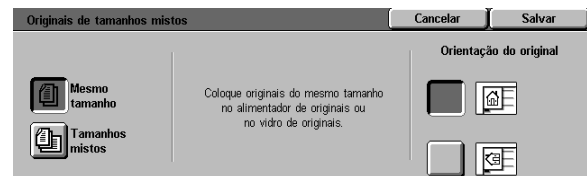

Figura 34: tela Originais de tamanho misto com a opção Mesmo tamanho selecionada
1 Na guia Recursos adicionais, selecione o ícone **Originais de tamanho misto** para exibir a tela Originais de tamanho misto, conforme ilustrado na Figura 34.
- Toque na opção **Mesmo tamanho** (padrão) quando os documentos originais forem todos do mesmo tamanho, conforme ilustrado na Figura 34.